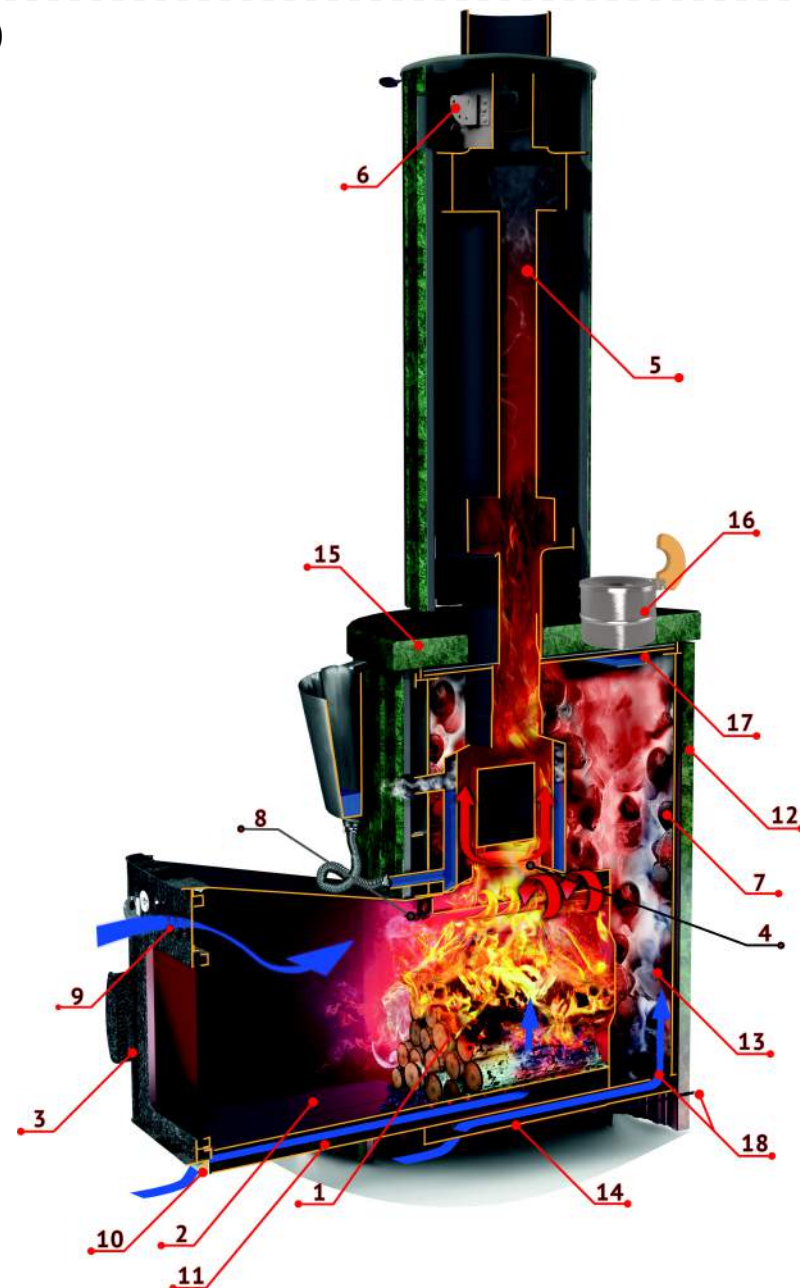

Рисунок 5.1. Принципиальные схемы.
5.1. Печь для русской бани (рис. 5.1. а) включает следующие основные элементы: топка (1), тоннель (2), дверца (3), выходной патрубок (4), дымоотводящий канал (5) с шибером (6) и закрытая емкость (7) для камней. В топке (1) смонтирован дымовой зуб-завихритель пламени (8). Основной воздухозаборник (9) с регулируемой заслонкой расположен в верхней части дверцы (3), над экраном, выполненном из прозрачной керамики (стеклокерамика). Нижний воздухозаборник (10) с регулируемой заслонкой установлен внизу тоннеля (2). Там же смонтирован воздушный канал (11). Топка (1) и каменка (7) имеют общий защитный декоративный кожух (12), состоящую из ламелей и каменной столешницы. Подача воздуха в зону горения и регулирование интенсивности горения осуществляются через основной (9) и дополнительный (10) воздухозаборники. Шибер (6) предназначен для перекрытия дымового канала в неработающей печи. Предусмотрен вариант исполнения телескопического тоннеля (рис. 5.1. б). Во время монтажа печи подвижную часть тоннеля фиксируют в стене и герметизируют. Емкость (7) для камней выполнена в виде цилиндра (13), установленного на нижнее основание (14) топки (1). Крышка (15) – каменная столешница, состоит из двух симметричных частей для установки дымоотвода (5) и воронки (16). Опорная пластина с встроенным устройством распределения (17) служит для подачи и равномерного распределения воды на камни. С внешней стороны цилиндра (13) имеет две консольных обечайки (вверху и внизу) для монтажа облицовки (12) (ламели). Ламели – это каменные полосы сечением 20х40 мм в металлическом бандаже имеют специальные кронштейны для монтажа на емкость (7) предназначенную под закладку камней. В нижней части емкости для камней выполнено вентиляционное отверстие (18) с регулируемой заслонкой. Воронку (16) устанавливают в посадочное место на крышке (15).
1. Тоннель (2) проходного сечения выполнен из жаропрочной нержавеющей стали. Предусмотрены два варианта исполнения тоннеля: цельнометаллический (рис. 5.1.а) и телескопический (рис. 5.1.б). Телескопический тоннель облегчает монтаж печи, однако в такой тоннель можно установить светопрозрачный экран лишь небольшого размера (200х180 мм). В цельнометаллическом тоннеле увеличивают входное окно, следовательно, в него можно установить экран большего размера (340х310 мм). В тоннеле снизу смонтирован дополнительный воздухозаборник, который предназначен для более интенсивного дожига дров в самой нижней части топки на завершающей стадии горения.